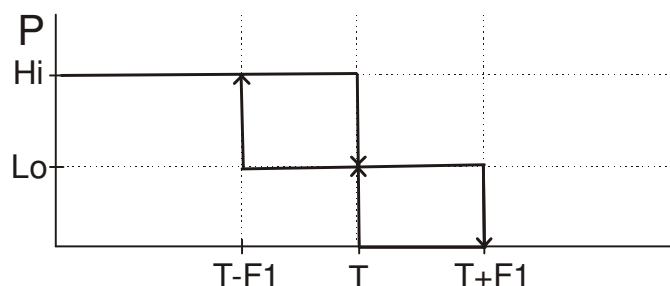

Рис. 4
В данном режиме мощность газового котла (P) регулируется ступенчато, в зависимости от текущего значения температуры теплоносителя (T) и параметра F1 (**“Температура теплоносителя, дифференциал, с”**) по закону, приведенному на рис. 4. Где N_i – соответствует режиму номинальной мощности, L_o – режиму минимальной мощности, 0 – выключению основной горелки.